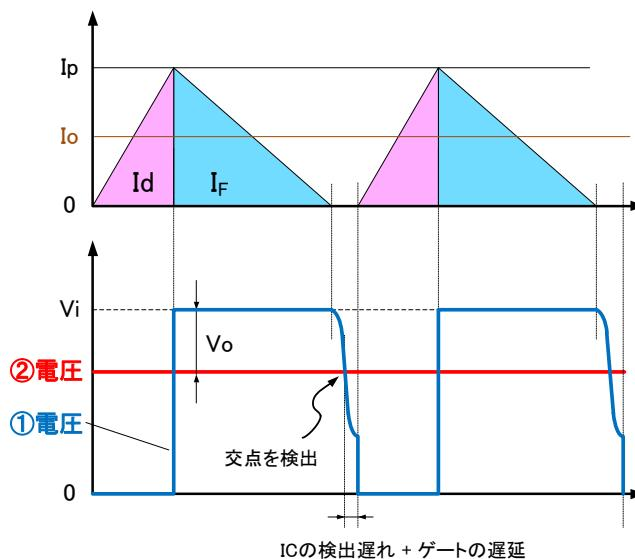

図 2 臨界型降圧チョッパにおける MOSFET とダイオードの電流波形およびチョーク両端の電圧波形
MV1001SC は臨界型降圧チョッパ方式の制御 IC であり、回路構成は図 1、MOSFET およびダイオードに流れる電流波形はそれぞれ図 2 の  $I_d, I_F$  となります。一般的な臨界型降圧チョッパ回路は  $I_F$  がゼロになってから MOSFET がオンするため、ダイオードのリカバリ電流がほとんどなく、PWM 型回路に比べて低損失・低ノイズになります。その一方では、出力電流(LED 電流)の変化にともない発振周波数が大きく変化し、調光特性・効率が悪化するのが欠点です。
MV1001SC は、電圧変換された  $I_d$  を電流検出端子(CS 端子)で検出し、CS 基準電圧に達すると MOSFET をオフします(ピーク電流検出)。また、ダイオード電流  $I_F$  がゼロになり  $S_{vout}$  電圧が  $S_{vin}$  電圧を下回ったことを検出(ゼロ電流検出)し、MOSFET をオンさせて臨界制御を行います。チョーク両端の電圧(図 2 の①と②)を抵抗分圧し  $S_{vin}$  端子・ $S_{vout}$  端子に入力することで、補助巻線なしで臨界動作を実現できます。さらに、オフ時間変調機能により、調光時の周波数上昇を抑制することができ、深調光時にも安定した効率・調光特性を得ることができます。(P.20 5 項【 調光特性について 】参照)